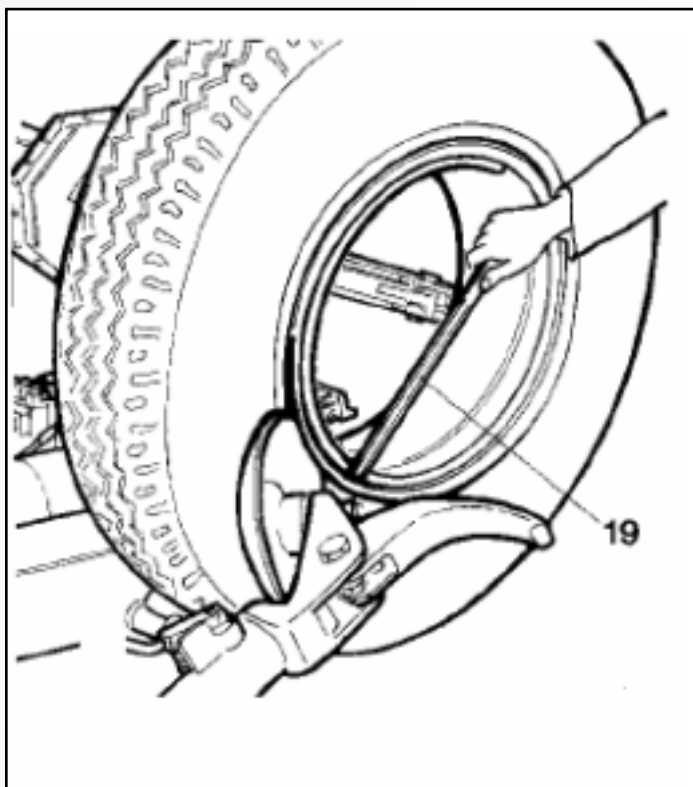

Рисунок 30
6) Повторите процедуру, но на этот раз устанавливайте диск к разъемному кольцу (см. рис.30), чтобы освободить стопорное кольцо. Снимите его при помощи специального рычага 19 (рис 30) или ролика.